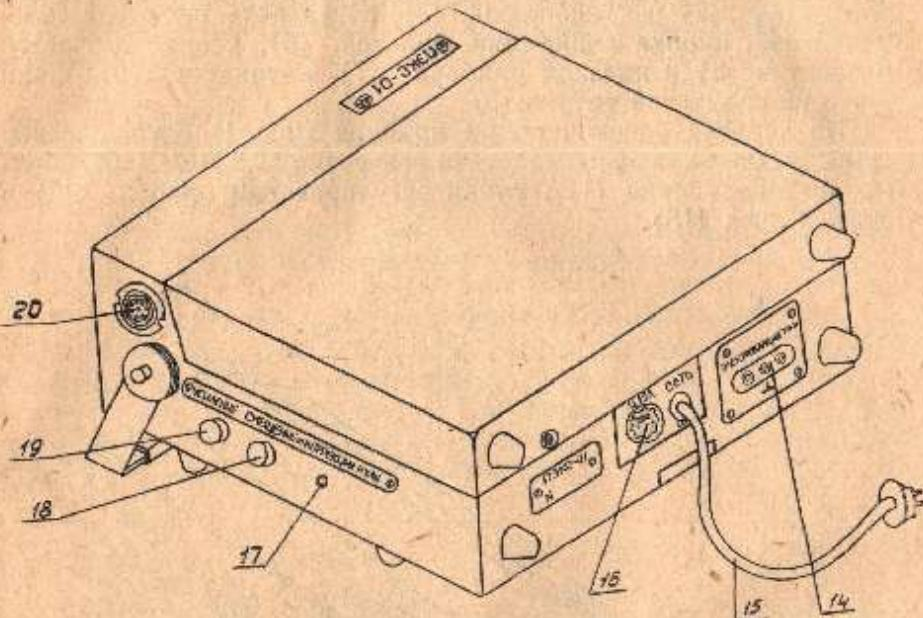

Рис. 2. Вид прибора сзади
На правой боковой стенке прибора (рис. 2) расположены: розетка для присоединения кабеля отведений (20), ручки регулирования чувствительности (19) и смещения луча по вертикали (18) и выведенный под шлиц потенциометр для коррекции нуля (17).